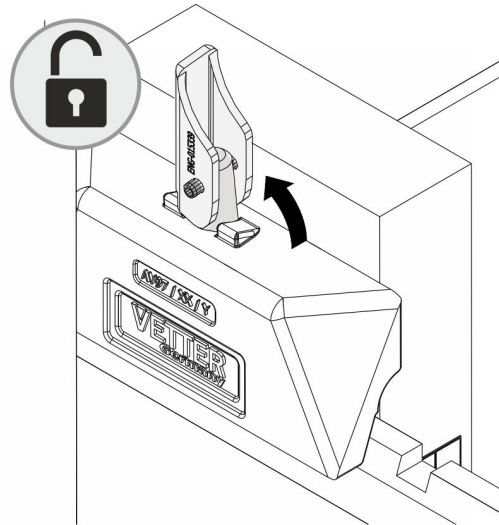

Abb. 14: Arretierung öffnen
2. ➔ Arretierung der ManuTel® SlimLine durch Anheben des Arretierungshebels öffnen (Abb. 14).